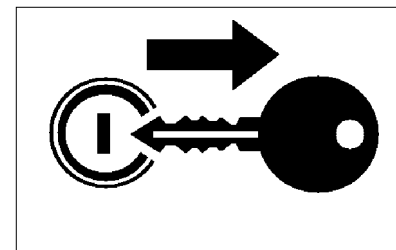

Fig.2 - Enlever la clé
3. Arrêter le moteur du tracteur et enlever la clé du tableau de bord. *(Fig.2)*